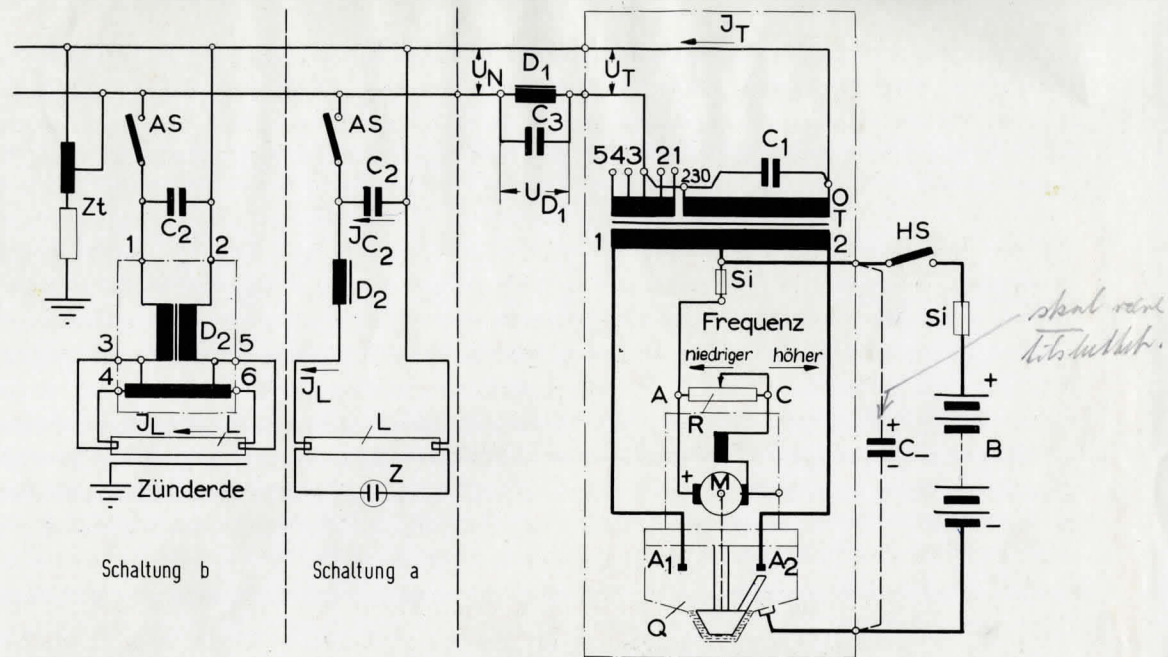

Bild 2, Schaltbild des Turbowedelrichters mit Leuchtstofflampen
a) Schaltung von Leuchtstofflampenanlagen (s. Bild 2)
Der Funkenlöschkondensator C_1 ist (siehe Bild 2) an die Klemmen 0 und 230 an der Ausgangsseite des Transformators angeschlossen und wird fabrikmäßig mit dem Gerät mitgeliefert. Nach einer etwaigen stattgefundenen Überholung des Gerätes darf es nicht ohne diesen Kondensator in Betrieb genommen werden, da andernfalls der Transformator beschädigt wird. Er wird so bestimmt, daß die Gleichstromaufnahme bei Leerlauf ein Minimum erreicht. Er setzt voraus, daß die Lampenschaltung mit dem Siebkondensator C_3 parallel zur Siebdrossel D_1 ausgerüstet ist. Da der Siebkondensator C_3 mit den Kompensationskondensatoren C_2 in Reihe liegt, erhöht bzw. vermindert sich die als Löschkondensator (C_1) wirksame Kapazität mit der Zuschaltung bzw. Abschaltung von Leuchtstofflampen.
Wie aus Bild 2 ersichtlich ist, besteht die Sekundärwicklung des Transformators aus einer Grundwicklung (0-230), an der Funkenlöschkondensator C_1 angeschlossen ist, und aus einer Zusatzwicklung mit der Bezeichnung 1, 2, 3, 4, 5, die sich auf die abgegebene Zusatzspannung von etwa je 10 Volt pro Anzapfung bezieht.
Bei der Anschaltung von Leuchtstofflampenanlagen mit Vorschaltgeräten, die für eine normale Netzspannung von 220 Volt ausgelegt sind, wird die in Bild 2 gezeigte Schaltung der der Sekundärwicklung verwendet.